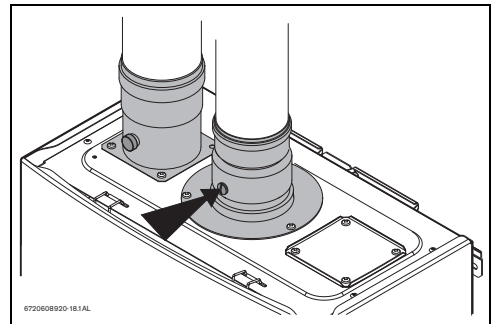

Fig. 43 Punto di misurazione
- ▶ Rimuovere la vite dell'accessorio base di scarico combusti (Fig.43).